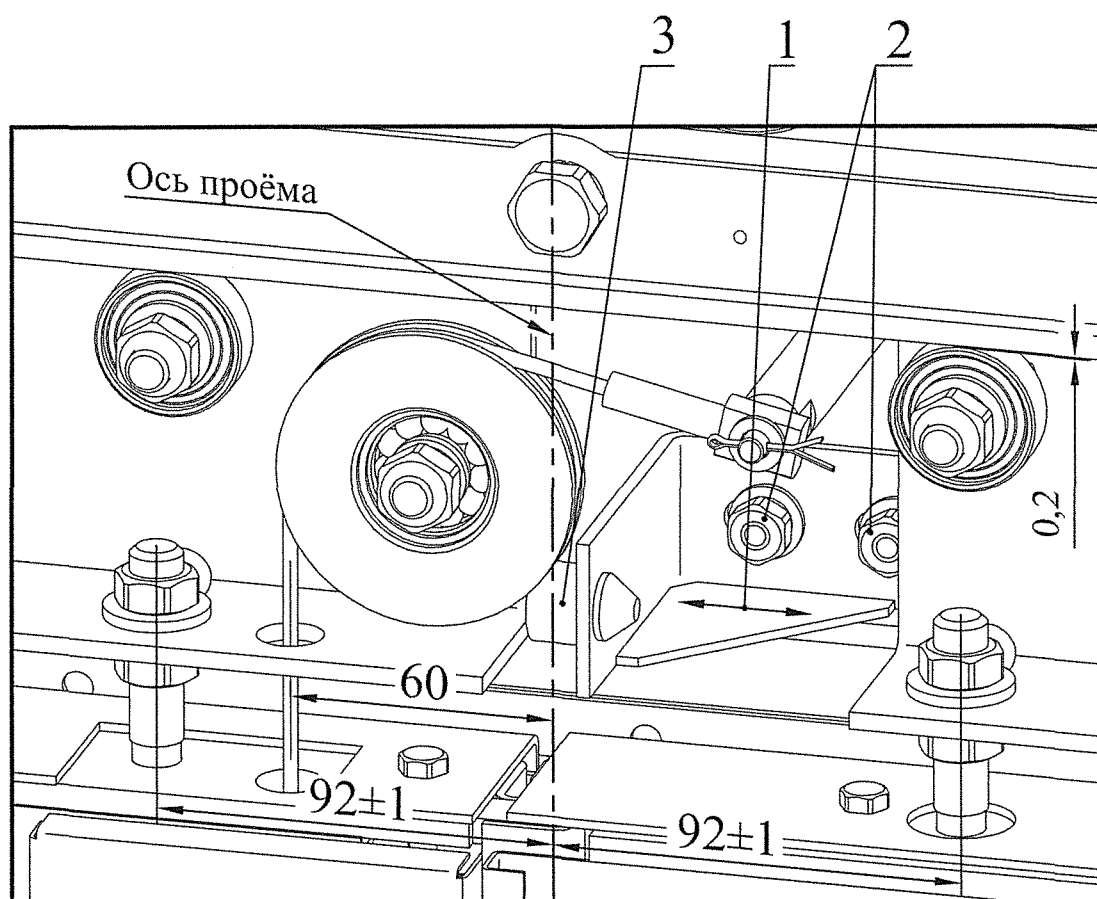

Рисунок 9 – Регулировка центрального упора
2.4.1 Регулировка центрирования створок осуществляется перемещением центрального упора на балке двери шахты (рисунок 9), необходимо:
Также необходимо выставить зазор 0,2 мм между контроликами всех кареток и направляющими линейками балки двери (рисунок 9).